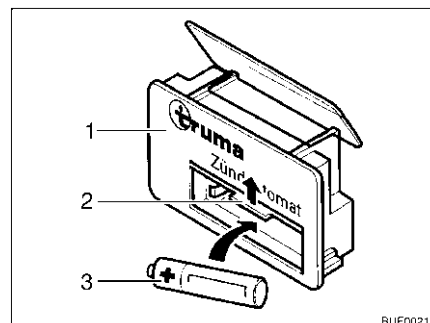

Fig. 105 Dispositivo di accensione
- Spingere la copertura (Fig. 105,2) del vano batteria sul dispositivo di accensione (Fig. 105,1) verso l'alto.
- Inserire una nuova batteria (Fig. 105,3) dello stesso tipo nel vano batteria del dispositivo di accensione rispettando la polarità (+/-). Utilizzare soltanto batterie Mignon resistenti alle alte temperature (+70 °C) e sicure da perdite.